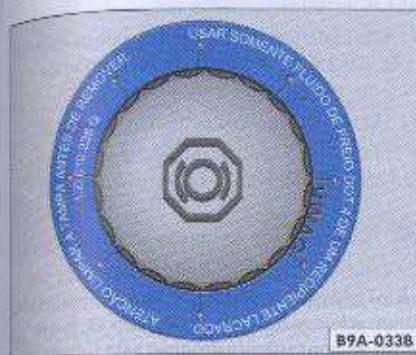

Fig. 117 Etiqueta circular encajada abajo de la tapa del depósito de líquido de frenos
Solamente utilice el líquido de los frenos original con la especificación DOT 4 → fig. 117. Re-
- Limpie la tapa antes de sacarla y colocarla en el depósito para cerrarlo ⇒ página 173, fig. 117.